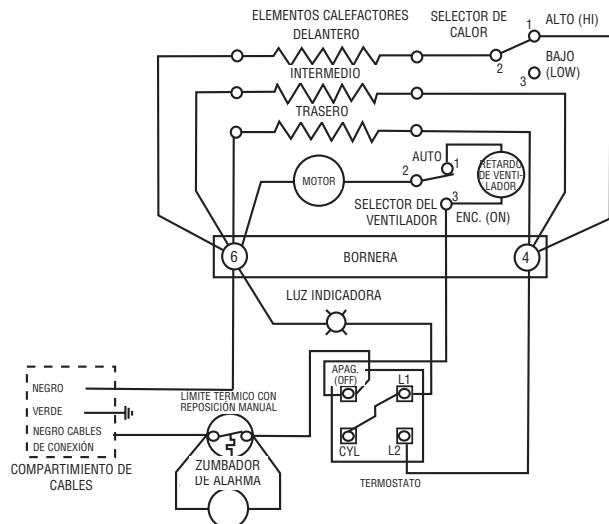

Figura 5 - Diagrama de conexionado
- Conecte el cableado del sitio a los cables del calefactor, como se muestra en la Figura 5 - Diagrama de conexionado.